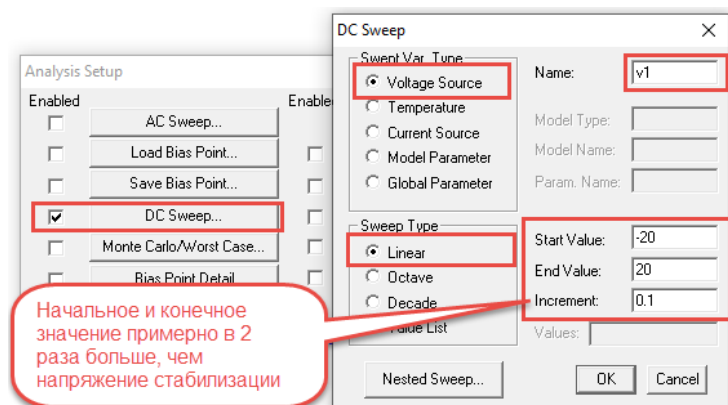

Рис. 13. Параметры для расчета передаточной функции
- Ввести режим расчета передаточной функции *DC Sweep...* с параметрами, указанными на рис. 13.